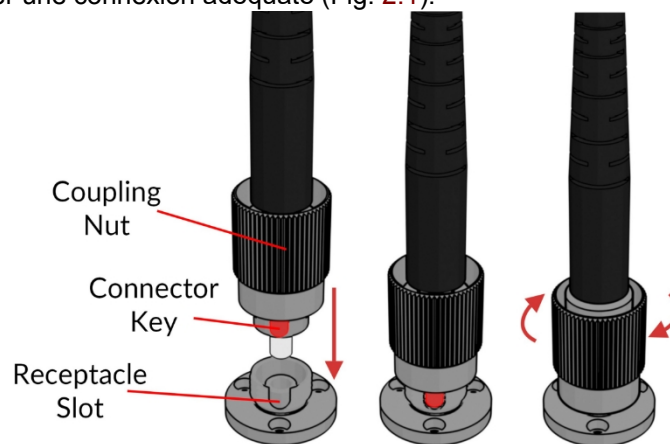

Figure 2.1 : Connecteur FC, Installation de la fibre
2. Avec un connecteur FC, la clé du connecteur doit être orientée de manière à entrer dans la fente du réceptacle pour assurer une connexion adéquate (Fig. 2.1).